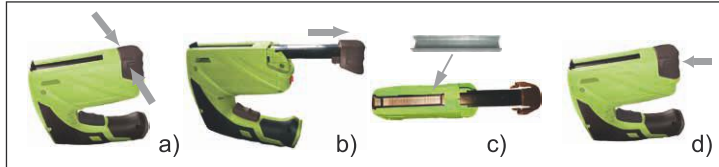

Fig.2: Einlegen von Tackerklammern
2. Drehen Sie den Akkutacker so, dass die Unterseite mit der Tackernase (2) nach oben zeigt.
3. Drücken Sie das Magazin (6) mit Daumen und Zeigefinger zusammen. Abb. 2 a).
4. Ziehen Sie das Magazin nach hinten heraus. Abb. 2 b)
5. Legen Sie die mitgelieferten Tackerklammern (8) mit der offenen Seite nach oben in den jetzt offenen Magazinschacht. Abb. 2 c)
6. Schieben Sie das Magazin wieder in entgegengesetzter Richtung bis zum Anschlag zu. Abb. 2 d).